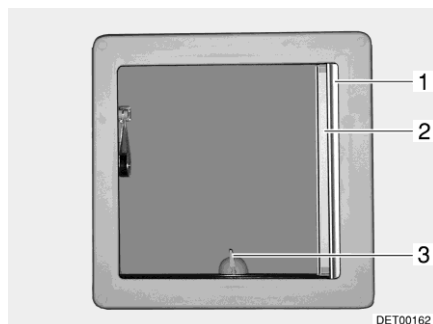
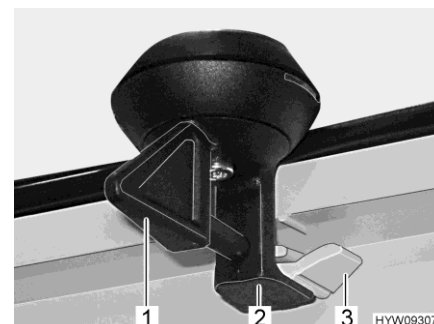

Fig. 75 Lanterneau basculant
Fig. 76 Verrouillage (lanterneau basculant)
- Tourner le levier (Fig. 75,3 ou Fig. 76,1) d'un quart de tour.
- Tourner le levier d'un quart de tour. Le dispositif de verrouillage (Fig. 76,2) doit pénétrer dans le cran d'arrêt inférieur (Fig. 76,3).
- Retirer le dispositif occultant plissé (Fig. 75,1) et le relâcher lorsqu'il a atteint la position voulue. Le dispositif occultant plissé reste alors à cette position.
- Tirer la moustiquaire (Fig. 75,2) jusqu'à ce que le dispositif de verrouillage s'enclenche dans la partie opposée.